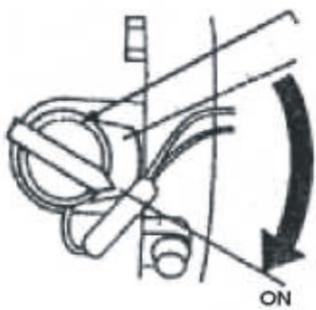

Рис.15
- a) Передвиньте ручку газа в среднее положение (Рис.15)